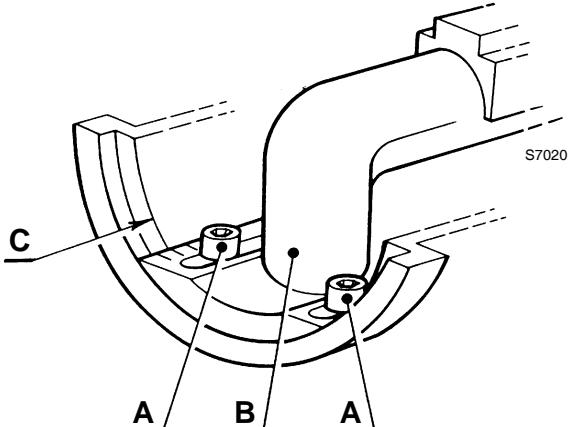

图 9
- 拧松螺丝A) (图9), 移动弯头B) 使之与连接器(C)的端面对齐到设定的刻度。
- 拧松两个螺丝A) (图9), 不要取下它们;